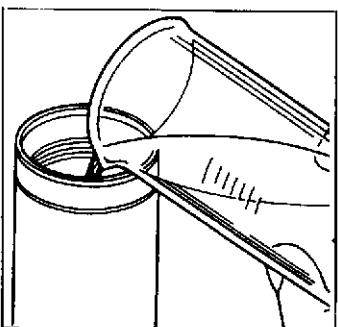

Fig. 7
- 13) Versare nel tubo della forcella metà della quantità prevista per ogni stelo (Fig. 7).
- 13) Pour the half amount of the fork oil into the fork tube (Fig. 7).
- 13) Verser dans le tube fourche la moitié de l'huile prévue pour chaque tige (Fig. 7).
- 13) In das Gabelrohr die Hälfte der für jeden Schaf vorgesehenen Menge eingesen (Bild 7).
- 13) Vierta en el tubo de la horquilla mitad de la cantidad prevista para cada vástago [Fig. 7].